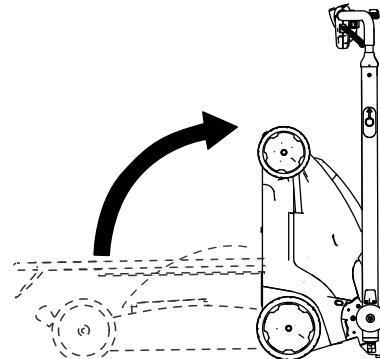

Figura 22
5. Inclinete la macchina verso dietro e fatela rotolare tenendola con la maniglia in uno spazio di rimessaggio (Figura 22).